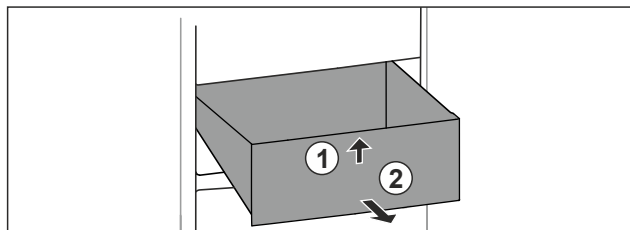

Fig. 67
- Nadvihnite zásuvku vpredu. Fig. 67 (1)
- Odoberte zásuvku dopredu. Fig. 67 (2)